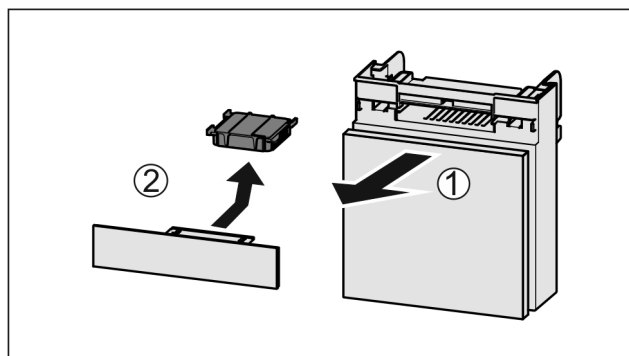

Fig. 118
- ▶ Extraire le compartiment par l'avant Fig. 118 (1).
- ▶ Sortir le filtre à charbon actif Fig. 118 (2).